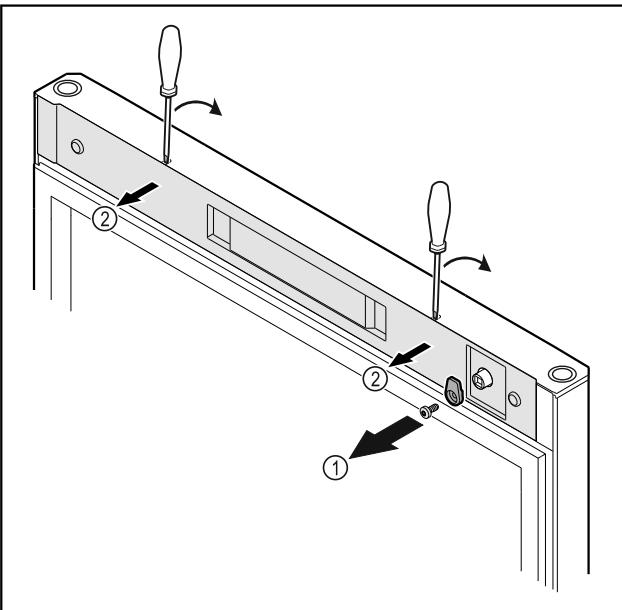

Fig. 20
- Odvignite kuke za zatvaranje Fig. 20 (1).
- Odvojite poklopac Fig. 20 (2) malim odvijačem i skinite ga.